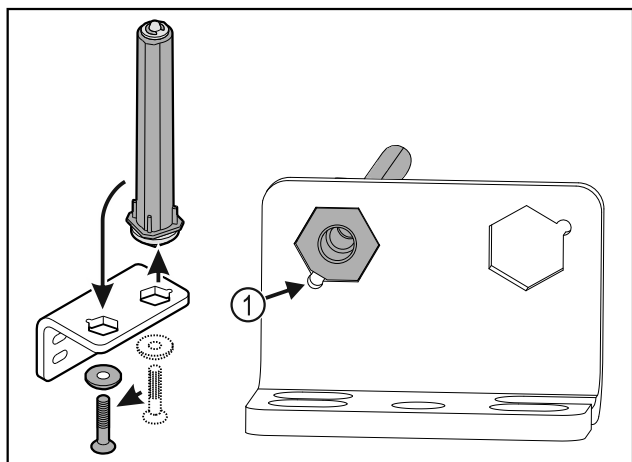

Fig. 32
- Bëni kujdes që gjatë vendosjes, e prera e kokës së bulonit Fig. 32 (1) të jetë e drejtuar nga vrima e rrumbullakët.